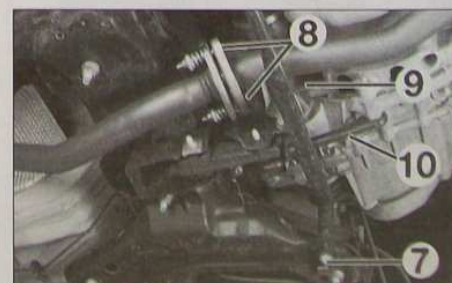

FIG. 18
- Déposer les écrous (8) du raccord d'échappement.
- Déposer la vis (9) de l'échappement sur le moteur.
- Déposer la bielle anti-basculement (10) (Fig.18).